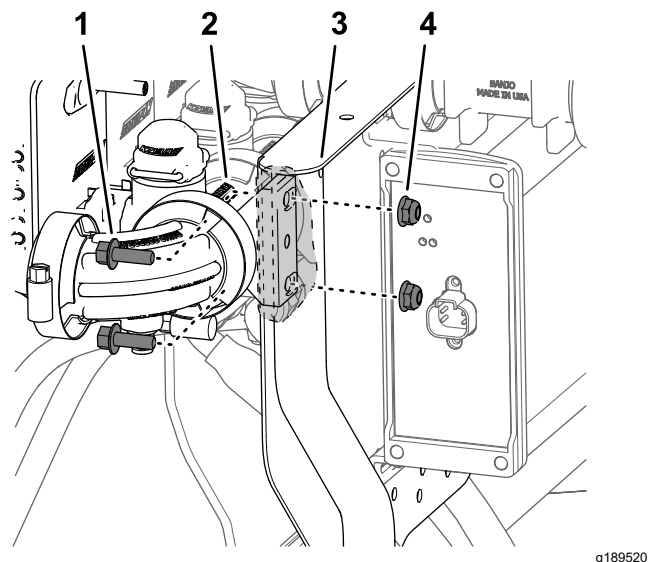

Рисунок 66
3. Установите клапан сопла 10 на опору крепления клапанов (Рисунок 66) при помощи двух болтов с фланцевыми головками (¼ x ¾ дюйма) и двух фланцевых контргайк (¼ дюйма), снятых при выполнении пункта 2 раздела Демонтаж клапанов секций стрелы с крепления коллектора \(страница 29\).